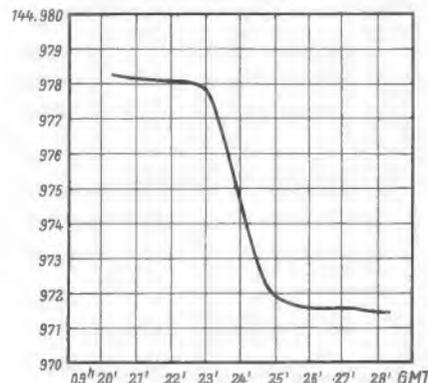

Bild 3. Messung des Dopplereffektes beim Durchgang am 29. 12. 1961 (DL 3 XW)
Zahlreiche Funkamateure führten sehr genaue Messungen des Doppler-Effektes durch. DL 3 XW in Röddensen z. B. notierte Meßwerte für alle 15 Sekunden eines Durchganges. Als Beispiel für die Aufnahme einer Meßkurve mag die Darstellung des Doppler-Effektes während des Durchganges am 29. 12. 1961 dienen (Bild 3). Dem aufmerksamen Leser wird auffallen, daß zu Beginn der Messung eine Frequenz von 144,9783 MHz angezeigt ist, während zunächst von 145,008 MHz gesprochen wurde. Schon die ersten Messungen zeigten, daß die Frequenz tiefer als angekündigt lag. Sie sank auch während der Umlaufzeit ständig weiter ab. Bild 3 zeigt weiter, daß am Ende der Hörbarkeit dieses Durchganges nach etwa 8 Minuten die Frequenz mit 144,9715 MHz ermittelt wurde. Der Doppler-Effekt wies einen Frequenz-Unterschied von 6,8 kHz auf. Anhand dieses Effektes können Positionen, Geschwindigkeiten und Höhen eines Satelliten errechnet werden (1). Bei kurzen Hörbarkeitszeiten von etwa zwei bis drei Minuten wurden entsprechende Frequenzdifferenzen von etwa 1 kHz gemessen.